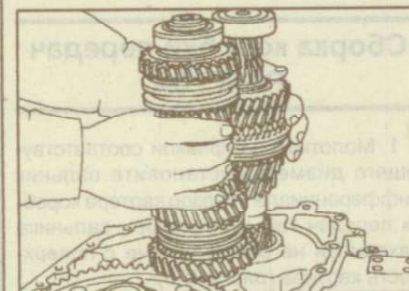

Рис. 9.154. Установка первичного и вторичного валов в сборе
- 15. Установите в картер сцепления дифференциал и первичный и вторичный валы в сборе (рис. 9.154).